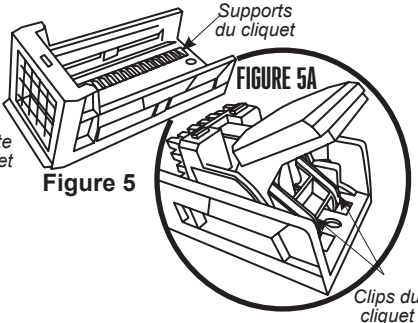

Figure 5
5. Tirer la manette à cliquet légèrement vers l'avant et appuyer sur la manivelle. (Cette opération permet aux clips du cliquet de s'enclencher dans les supports du cliquet). (**FIGURE 5 ET 5A**).